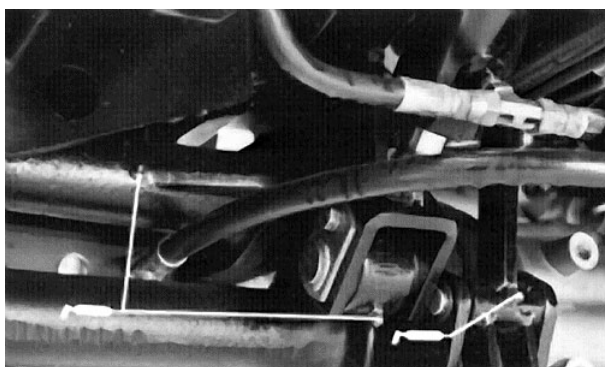

Fig. 18
Graissage (Fig. 18–26)
Lubrifiez les graisseurs suivants : Pivot de bras de relevage (2), vérin de relevage (4), pivots de bras de frein (2) (Fig. 18); pivot de frein (1), pivots de freins (2) (Fig. 19); pivot de pédale de déplacement (1) (Fig. 20); arbre d'entraînement moteur à pompe (2) (Fig. 21 & 22); régleur de traction (1) (Fig. 23); palier de PdF (Fig. 24); pivot central (1) (Fig. 25); ensemble biellette (2), fusées d'essieu (2) extrémités de vérins (2) (Fig. 26).